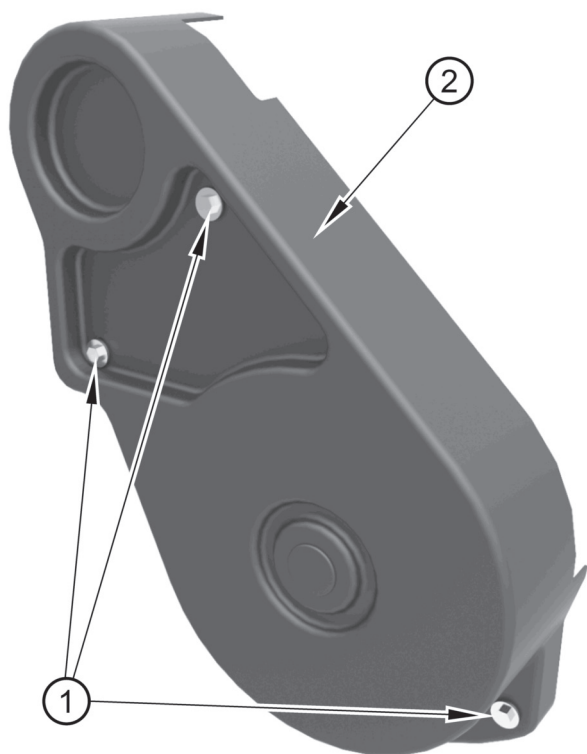

Abbildung 14
1. Lösen Sie die Schrauben (Abbildung 14, Nummer 1) und nehmen Sie die Schutzabdeckung (Nummer 2) ab.